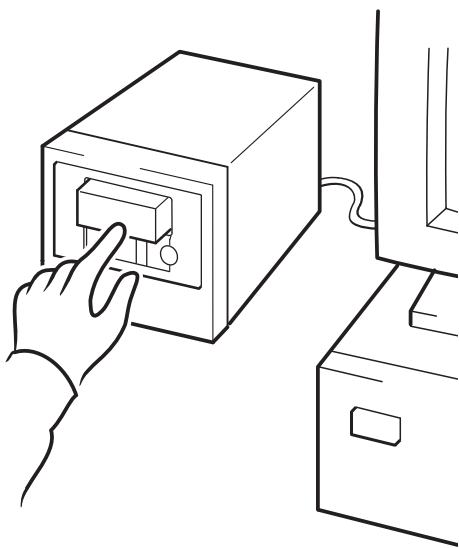

图 14a: hp obdr, 第 1 步
- 1 在磁带盒的插槽 1 中插入最新的启动盒式磁带并将其放入自动装载机中（请参见图 14a）。盒式磁带必须通过以 CD-ROM 格式写入数据的备份应用程序来写入。